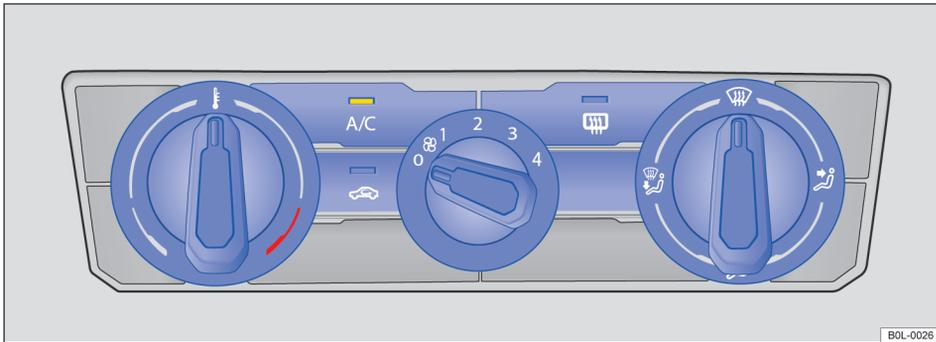

图 74 中控台上部：半自动空调系统操作机构
- 转动左侧温度调节器 → 图 74。
- 转动中间鼓风机调节旋钮 → 图 74。
- 将右侧气流分配调节器转动到位置 🌬️ → 图 74。
- 将气流分配调节器 → 图 74 旋至位置 。
- 将鼓风机调节旋钮 → 图 74 旋至 3 档。如发动机已达到最佳工作温度，可适度降低鼓风机转速。
- 将温度调节旋钮 → 图 74 右旋到止位。
- 按需要，调节温度调节旋钮 → 图 74，设定合适温度。
- 将鼓风机转速调节旋钮 → 图 74 旋至 2 或 3 档。
- 将空气分配旋钮 → 图 74 旋至  档。